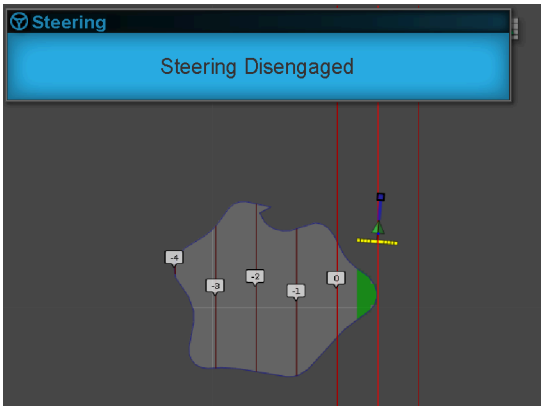

Figura 36
- GUIADO DESACTIVADO — se muestra una alarma visual cuando se desactiva la función de autoguiado (Figura 36). El sistema puede desactivarse debido a las causas siguientes: